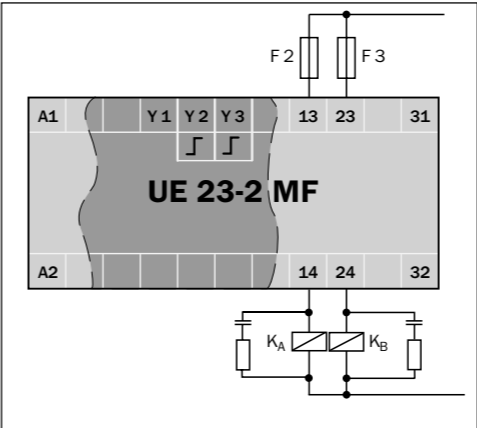

Fig. 2: Schéma de base : alimentation, circuit de sortie à 2 voies redondantes (cf. *caractéristiques techniques*)
- Pour prévenir le collage par soudure électrique des contacts du relais, prévoir en série avec chaque contact de commande le montage d'une protection contre les surintensités, les courts-circuits (de classe gG, voir aussi les *caractéristiques techniques*) cf. fig. 2, fusibles F2 / F3. L'action